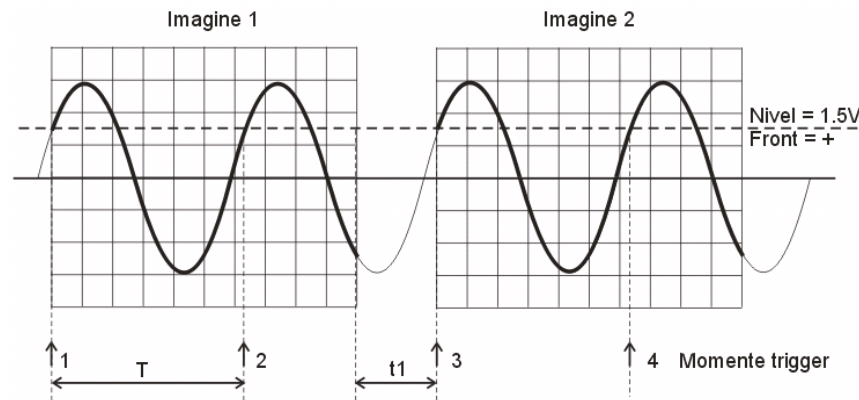

Figura 2: exemplu de sincronizare
*Exemplu:* fie sinusoida de perioadă  $T$  din figura 2, de amplitudine 3V, reglaj  $C_y = 1\text{V/div}$ , deci amplitudinea ocupă 3 diviziuni. Se alege nivelul triggerului la 1.5V, pe front crescător. Această condiție de trigger apare o dată pe perioadă și corespunde momentelor notate 1,2,3,4 de pe figura 2. Primul trigger (1) determină începutul afișării imaginii. Cît de mult din imagine se afișează depinde de relația dintre  $T$  și  $C_x$  dar nu este esențial în această discuție.
**Observație importantă:** în figura 2 începutul imaginii (corespunzător momentelor de trigger 1 și 3) este la diviziunea 0. Această situație este comuna osciloscopului analogic. Osciloscopul digital TDS1001 afișează în mod implicit jumătate din imagine înaintea triggerului (*pre-trigger*) și cealaltă jumătate după (*post-trigger*). Prin urmare, momentele 1 și 3 ar fi la mijlocul ecranului. O ilustrare este în figura 1b), unde se presupune că nivelul de trigger este la